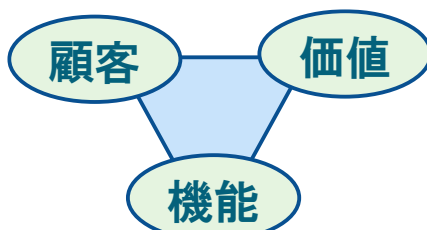

図 2.2 ユーザーストーリーの3要素
ユーザー体験 (UX) を分析するためにユーザーストーリーが注目されている。ユーザーストーリーでは、ユーザーの視点で顧客価値と対応付けて機能要求を定義する。すなわち、ユーザー[WHO]として、価値を得る[WHY]ために機能[WHAT]が必要であることをユーザーストーリーで明らかにする。顧客、価値、機能がユーザーストーリーの3要素である (図 2.2)。